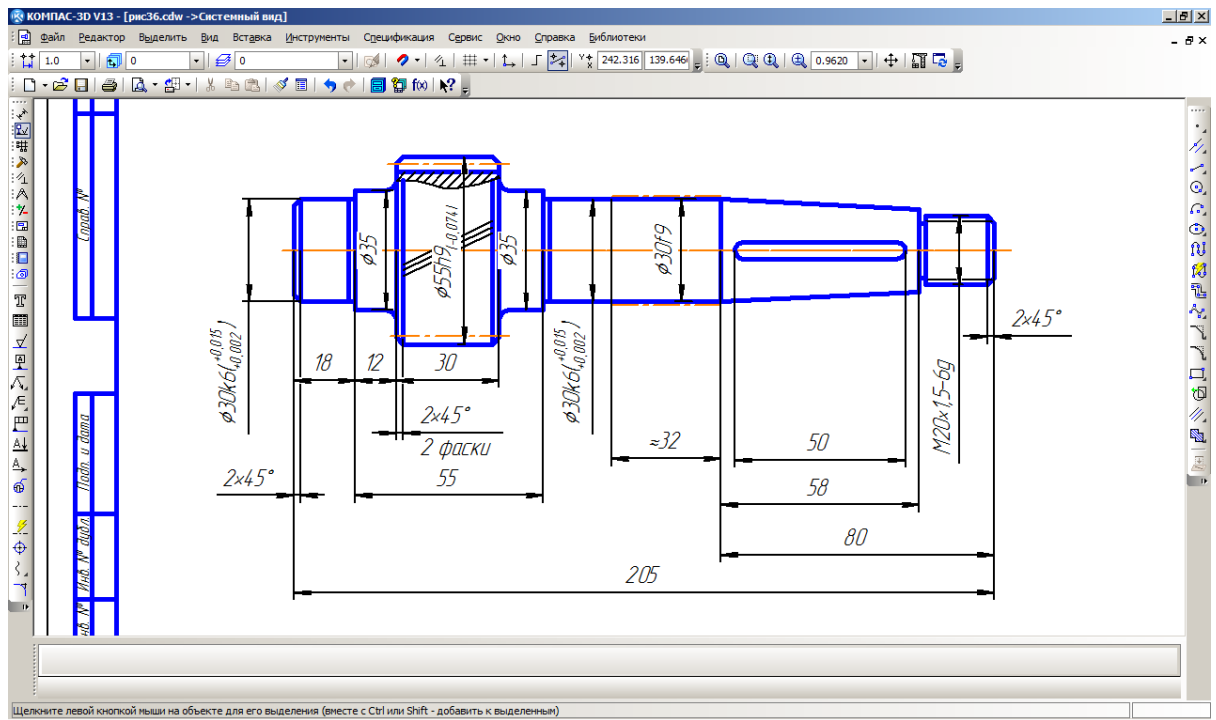

Рис. 36. Вал с диаметральными и линейными размерами
- установите подвижный фантом размерной линии в подходящем месте и щёлкните мышью. Диаметр резьбы на валу проставлен. Аналогично проставляются линейные размеры. Чертеж вала получает вид, показанный на рис. 36;